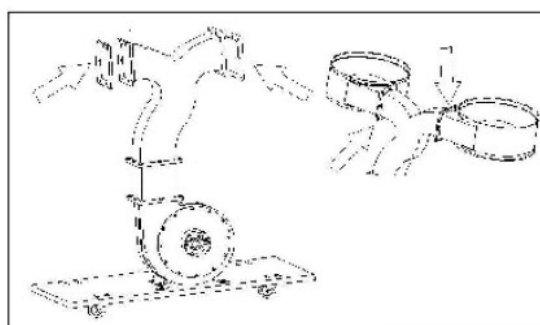

Fig5
Installer derefter de to opsamlere (C) og to pakninger (I) til udløbet som vist i fig. 5.